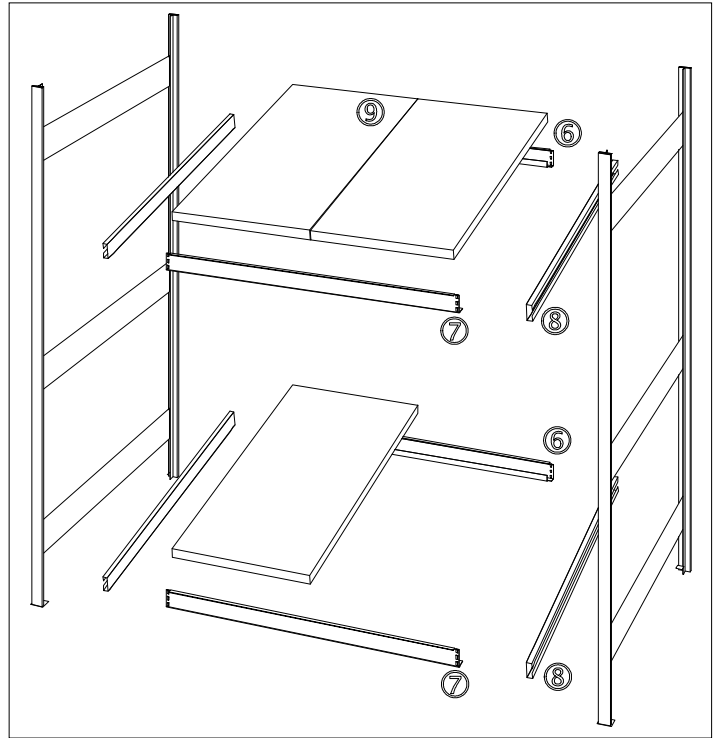
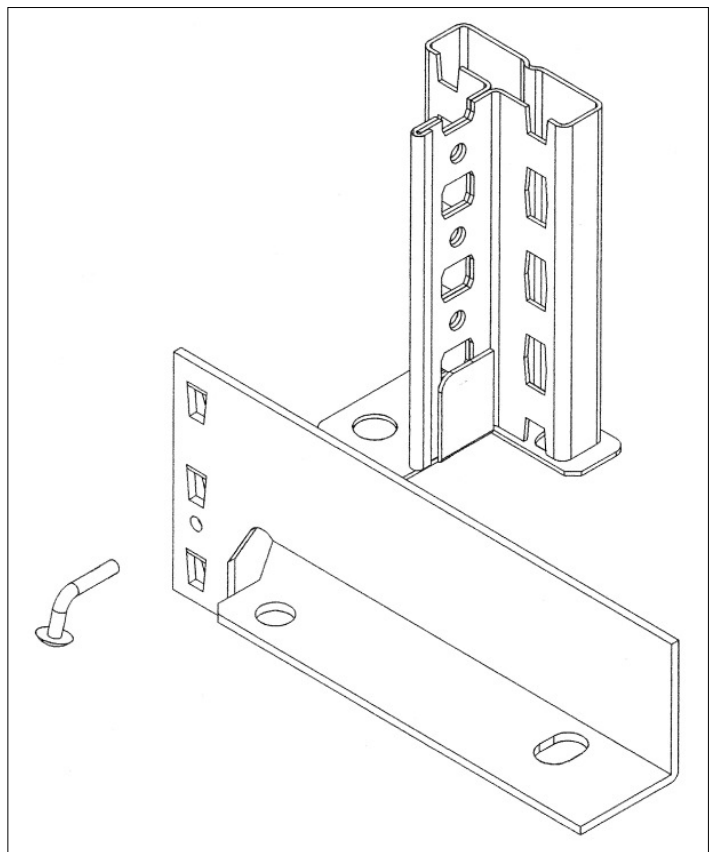

Abb. 8
Abb. 9
Zwei Rahmen im Abstand der Fachbodenbreite aufstellen, eine Traverse ⑦ vom Typ „vordere Traverse“ in die untere Einhängesposition (Abb. 8 und 10) vorn einhängen (Auflagekante = 115 mm über dem Fußboden) und mit Sicherungsstiften sichern, wie in Abb. 9 dargestellt.
1.7 Dann die hintere Traverse ⑥ in der Höhe versetzt einhängen (Auflagekante = 315 mm über dem Fußboden) und mit Sicherungsstiften sichern, wie in Abb. 9 dargestellt. Dann wie in Abb. 8 die Seitenbleche ⑧ und anschließend den Fachboden ⑨ in die Traversen schräg einlegen.